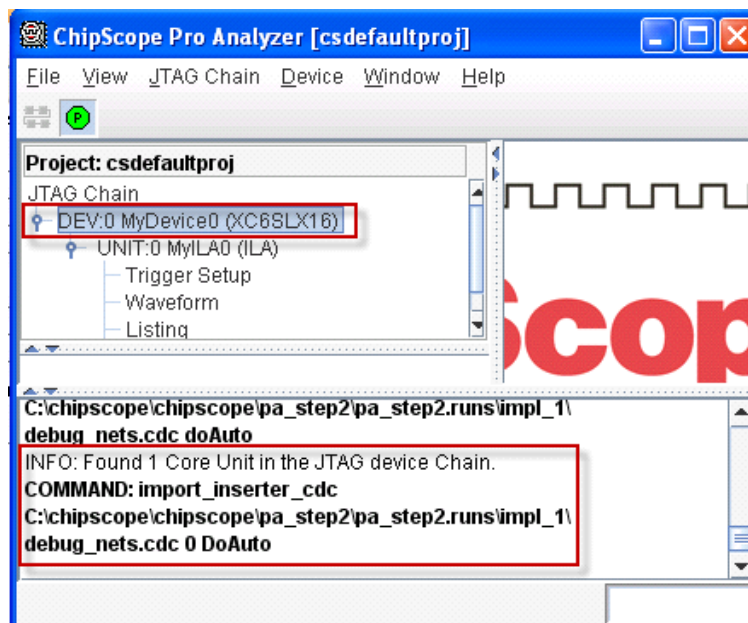

図 6 : デバイス コンフィギュレーションおよび ILA コア情報
- c. これでデバイス コンフィギュレーションと ILA コアを ChipScope Pro Analyzer のメインウィンドウで確認できるようになりました (図 6)。
1. [DEV:0 MyDevice0 (XC6SLX16)] を展開し (図 6)、[Trigger Setup] をダブルクリックします。右上のペインに [Trigger Setup] が表示されます。